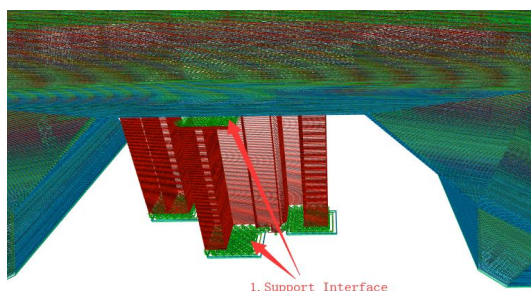

图 10，图中箭头所指从上到下分别为支撑上表面和下表面
(6)支撑表面速度（单位 mm/s）：即模型支撑上、下表面的打印速度，如图 10；建议支撑表面速度为：10-60mm/s